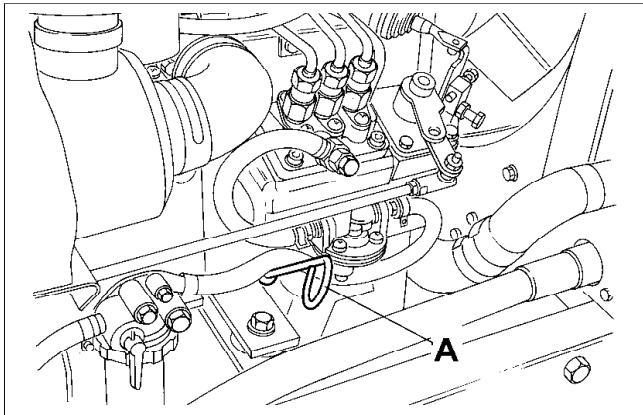
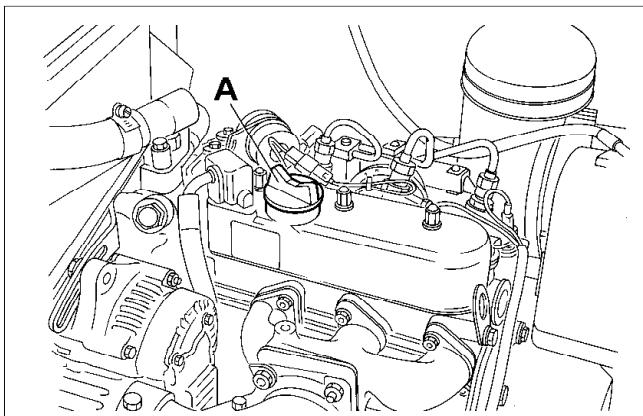

Fig.24
Fig.25
Remove dipstick (A Fig.24) and check that the oil is up to the correct level indicated. If necessary top up with fresh oil through the filler (A Fig.25) on top of the rocker box.
- (c) Remove the filler cap (A Fig.25) and refill with fresh oil up to the maximum level on the dipstick (A Fig.24). Capacity 3.2 litres (5.6 Imp.pints) (6.7 US pints)
Verwijder de peilstok (A afb.24) en controleer dat het olieniveau correct is, zoals aangegeven op de peilstok. Zo nodig verse olie bijvullen via de vuldop (A afb.25). OPMERKING: zorg ervoor dat de machine vlak staat tijdens het controleren van de olie.
- Verwijder de vuldop (A afb.25) en vul met verse olie tot aan het maximum niveau op de peilstok (A afb.24). Inhoud 3,2 liter.
Retirer la jauge (Fig. 24 "A") et s'assurer que le niveau d'huile est correct. Rétablir le niveau d'huile, s'il y a lieu, en se servant du remplisseur (Fig. 25 "A") se trouvant sur la partie supérieure du boîtier à bascule. REMARQUE : Il faut que la machine se trouve sur un terrain nivé pour vérifier son niveau d'huile.
- Retirer le couvercle du remplisseur (Fig. 25 "A") et rétablir le niveau d'huile jusqu'à la marque "maximum" de la jauge (Fig. 24 "A"). Capacité : 3,2 litres.